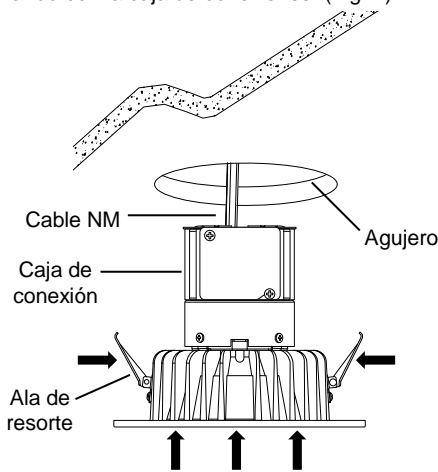

Fig. 4
7. Levante la luminaria empotrable hasta el agujero del techo, mientras simultáneamente empuja el cable en exceso NM en el agujero. (Fig. 4)
8. Levante y apriete las alas de resorte contra la caja de conexión, como se muestra, e inserte la luminaria empotrable en el agujero, empezando con la caja de conexiones. (Fig. 4)